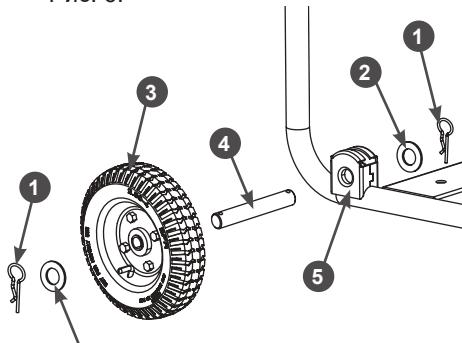

Рис. 6 Схема установки колеса
- Установите транспортировочные колёса при помощи шайб и шплинтов. Схема установки колеса показана на Рис. 6.